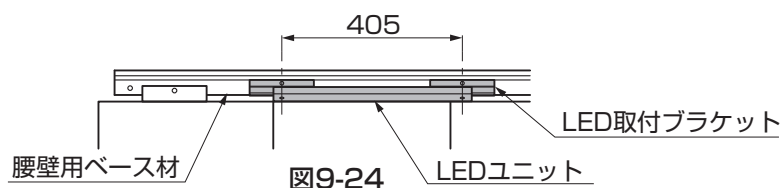
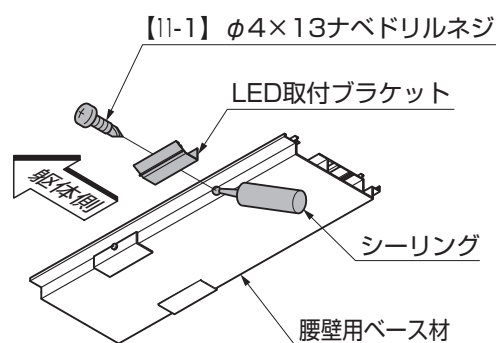

図9-24
図9-26 A部詳細図
①図9-24を参照してLED取付ブラケットの取付け位置を確認し、シーリングしてください。(図9-26参照)
②LED取付ブラケットを腰壁用ベース材に【11-1】で取付けてください。